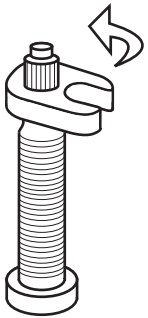

Figure 48. Tournez la clé dans le sens anti horaire pour retirer l'obus de valve.
1. Placez la clé de valve Bontrager sur l'obus de valve Presta en alignant les plats de la clé avec les plats de l'obus de valve (Figure 48).